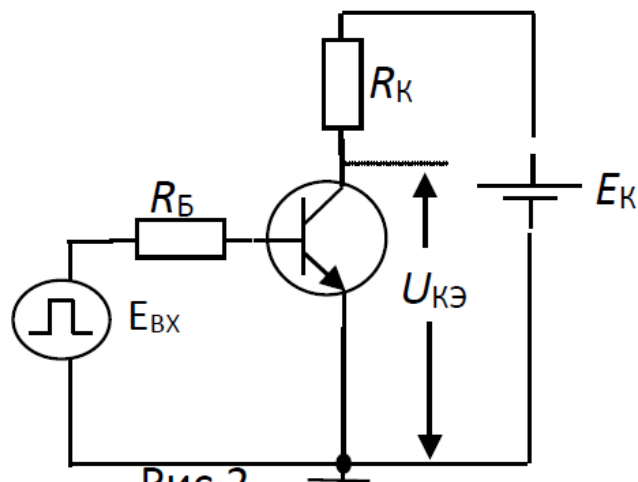

Рис.2
2. В схеме рис.2 $E_k = 10 \text{ В}$; $R_k = 10 \text{ Ом}$; $R_b = 200 \text{ Ом}$; $\beta = 50$, $E_{вх} = 2 \text{ В}$.